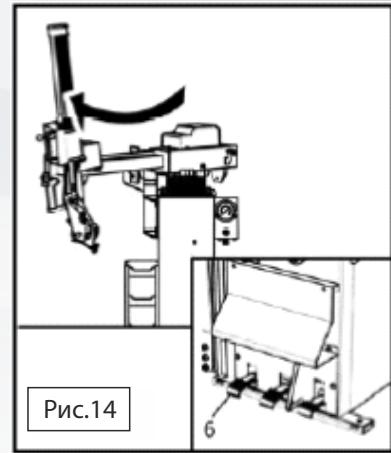

Рис.14
- Поверните горизонтальный рычаг из рабочего положения, нажав на его педаль (см. Рис. 14). Убедитесь, что никто не стоит рядом со стендом во время движения рычага.